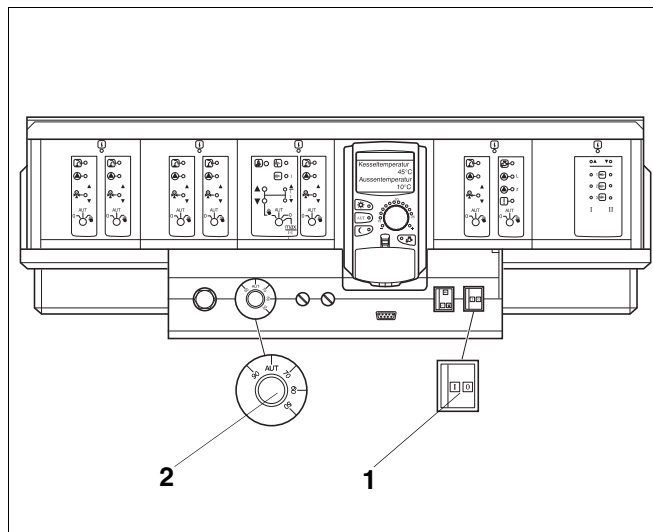

Рис. 29 Система управления Logamatic 4000
- Переведите пусковой выключатель (Рис. 29, **поз. 1**) в положение "I" (ВКЛ), на установке с двумя котлами – на двух системах управления.
Установите регулятор температуры котловой воды (Рис. 29, **поз. 2**) в положение "AUT". При работе с постоянной температурой установите регулятор на нужную температуру (минимум 65 °С).
Установите регулятор температуры котловой воды (Рис. 29, **поз. 2**) в положение "AUT".
Установите регулятор температуры котловой воды (Рис. 29, **поз. 2**) одного котла на нужную температуру (минимум 70 °С). Таким образом определяется котел 1 (ведущий).